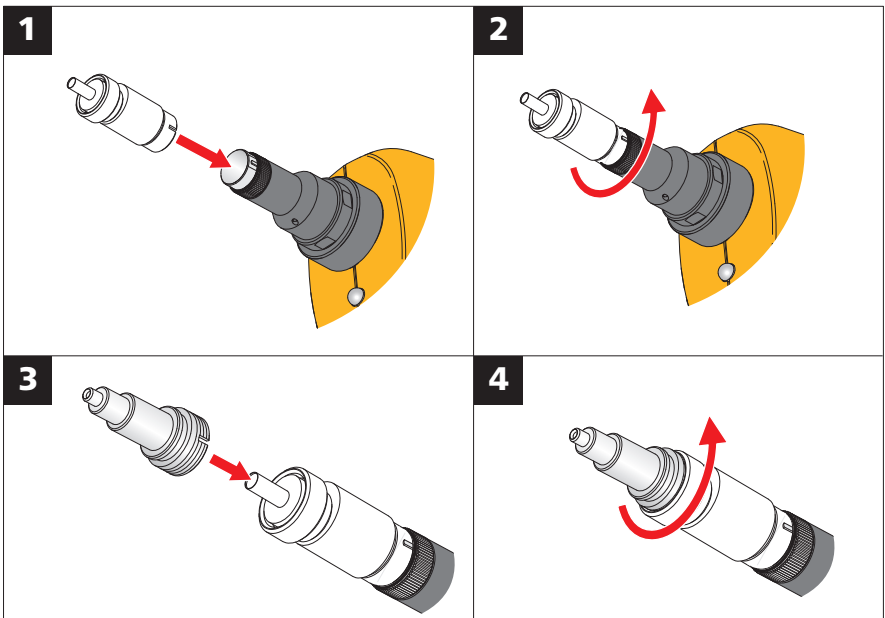

Abbildung 1. Anbringung der Spitze für einzelne Lichtwellenleiter
1. Richten Sie den Schlitz im Adapter für einzelne Lichtwellenleiter auf den Ausrichtungsstift am Ende der Sonde aus. Siehe Abbildung 1.